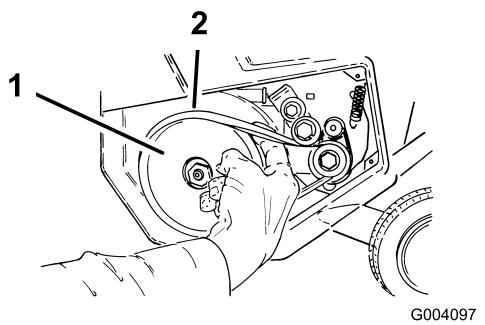

Figura 19
- Fate ruotare il rotore con la mano sinistra mentre con la mano destra sfilate la cinghia dalla puleggia grande (Figura 19).